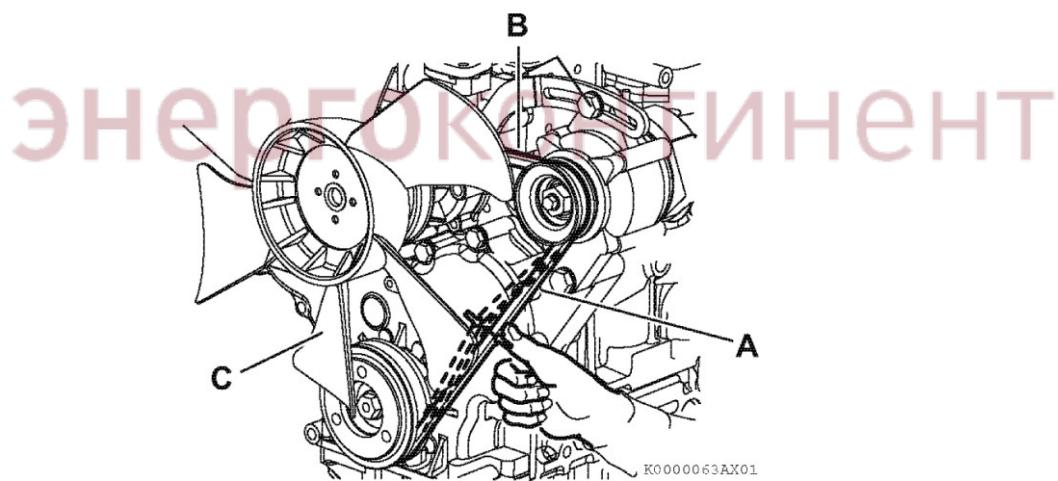

Рисунок 41
Есть три положения для проверки натяжения клинообразного ремня (A, B и C, Рисунок 41, (A), (B), (C)). Вы можете проверять натяжение в положении, которое является наиболее доступным. Надлежащая величина прогиба клинообразного ремня в каждом положении приведена в таблице.